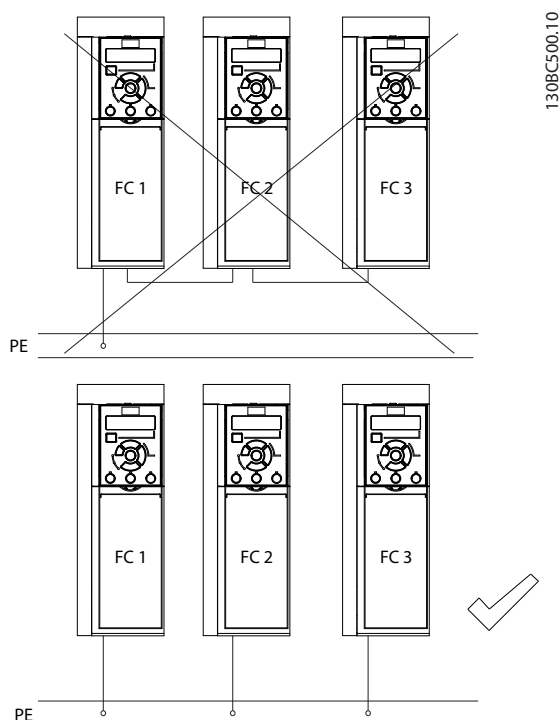

Рисунок 3.3 Принципы заземления
- Запрещается совместно заземлять несколько преобразователей частоты с использованием последовательного подключения (см. Рисунок 3.3)